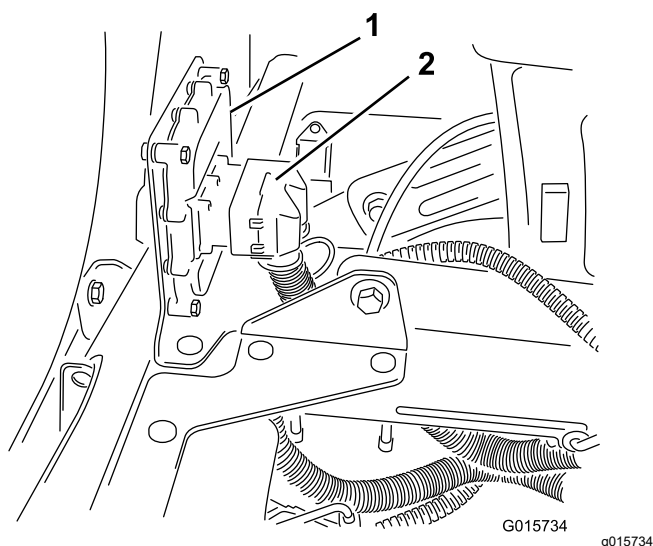

Figura 33
2. Conectai conectorul cu 50 de orificii al cablului pentru braul sonic la conectorul cu 50 de pini al controlerului electronic i fixai conectorii cu urubul cu cap imbus (Figura 33).